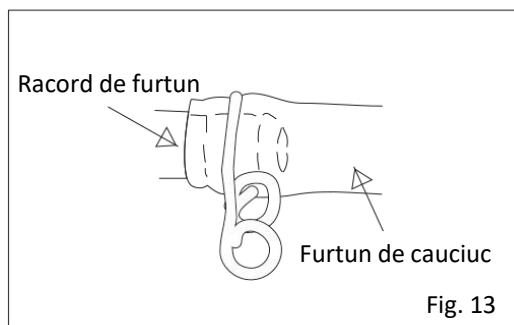

Fig. 13
7. Împingeți furtunul de cauciuc pe racordul de furtun până la capăt. Nu folosiți un furtun din plastic de vinil, deoarece poate fi periculos. Fixați furtunul cu ambele părți ale clemei de furtun (Fig. 13). Aveți grijă ca furtunul de cauciuc să nu atingă o parte a aragazului cu gaz și nici să nu se afle sub acesta.